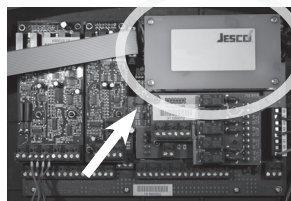

Abb. 2 / Fig. 2
4. Position des Netzteiles im Gehäuserückteil siehe Abb. 2.
4. Position of the power supply unit in the under casing see fig. 2.